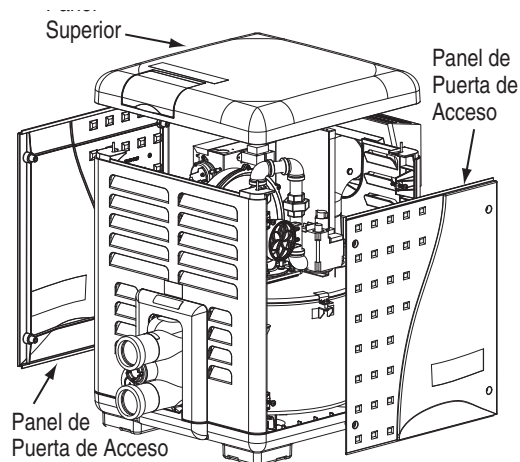

Figura 32.
1. Desentornille y retire los paneles de la puerta (ver la **Figura 32**).